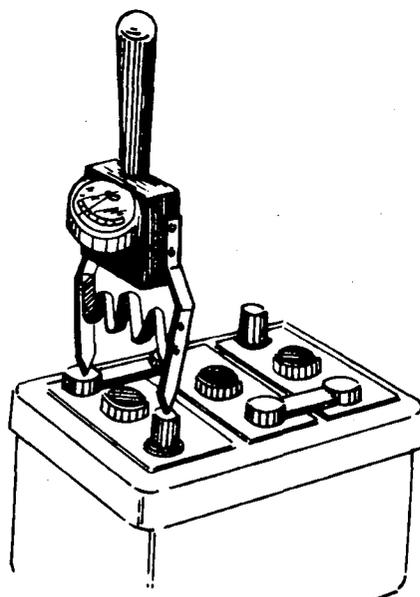

Fig. 2
- c Verifique se está carregada (figs. 2 e 3)